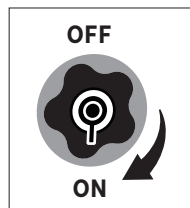

Fig. 02
1. Posicione a válvula de respiro localizada na tampa de combustível na posição **"ON"** [Fig. 02, pág. 06].